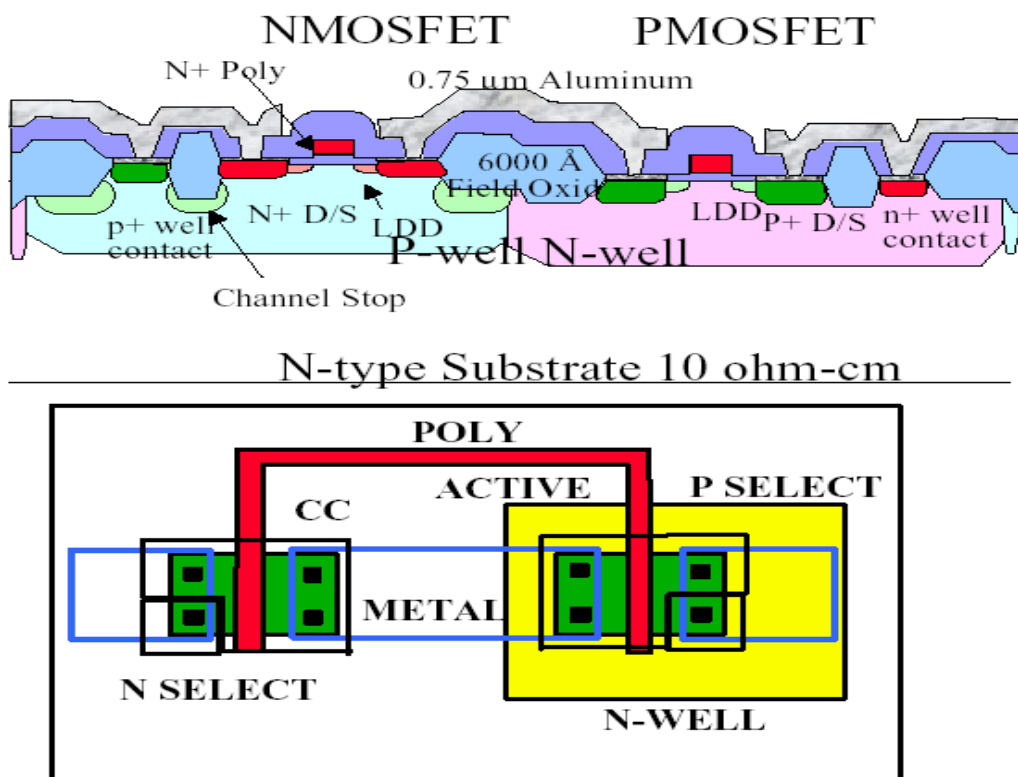

Figura 2. Corte transversal e *layout*
2. Desenhe o corte lateral e o *layout*, com as camadas descritas acima, de um inversor CMOS (use a PTUB). Os desenhos devem ser semelhantes ao ilustrado na figura 2 (esta figura é de uma das tecnologias apresentadas em aula).